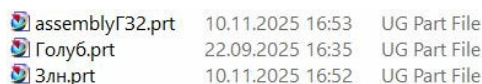

рис.9
- Важно подчеркнуть, что в отличие от других подобных систем (CATIA, например), в системе NX файлы проектов и *отдельных деталей*, и *сборок* имеют одно и то же расширение - **PRT**. А в директориях файлы проектов с расширением **prt** обозначаются пиктограммами как на рис. 9.